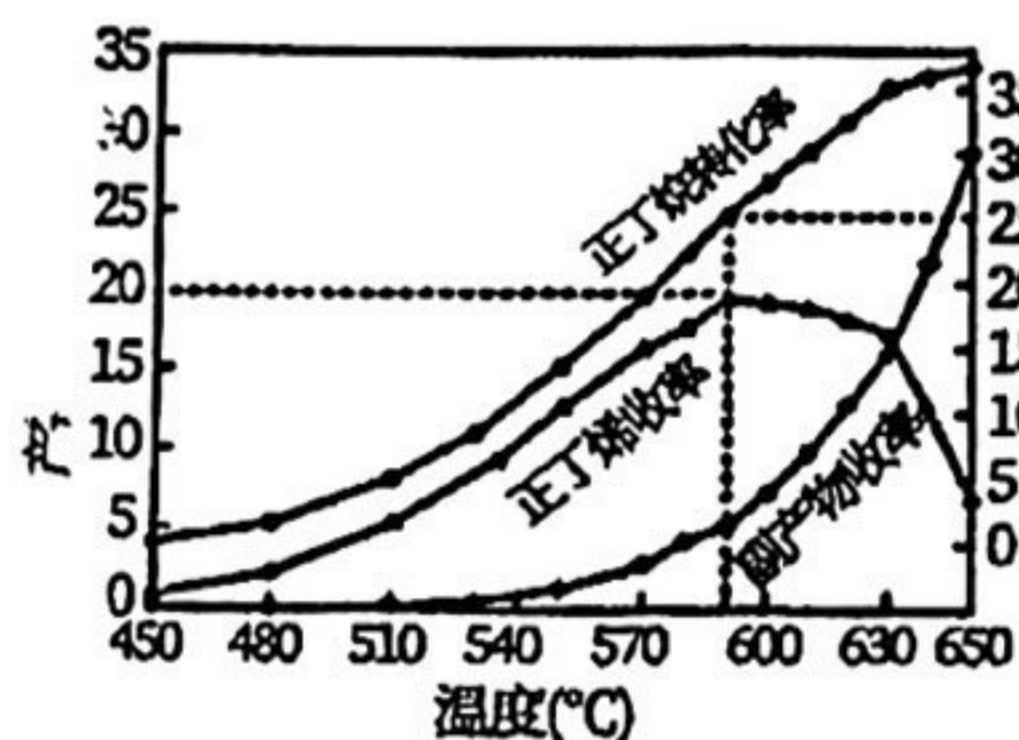

图 1
(3)其他条件相同,30min 时测得正丁烷转化率、正丁烯收率随温度的变化如图 1。
①实际生产温度选择 590°C, 由图 1 说明其理由是\_\_\_\_\_。
②590°C时, 向体积为 1L 的密闭容器中充入 3mol 正丁烷气体, 据图 1 计算 0~30min 内生成正丁烯的平均反应速率为\_\_\_\_mol/(L·min)。